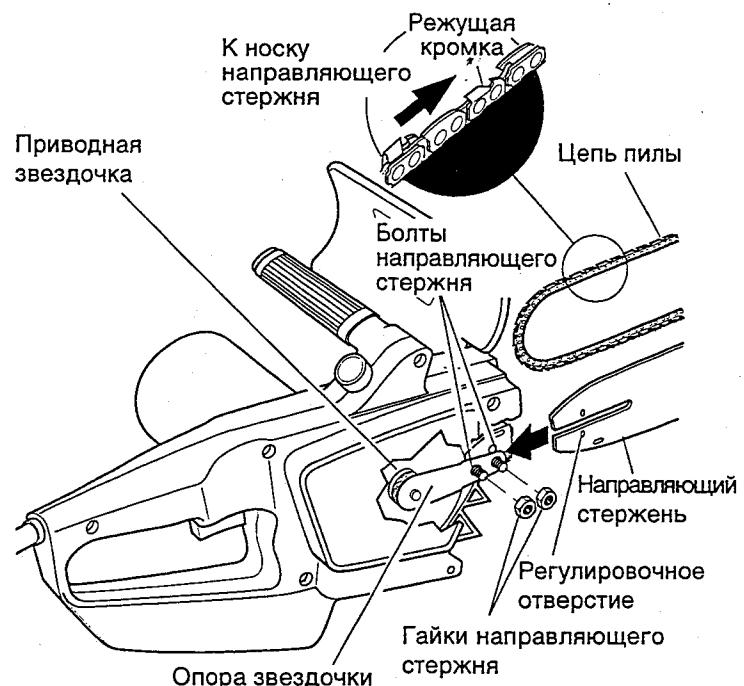

Рис. 3. Сборка направляющего стержня, цепи и ограждения для руки
- Снимите гайки направляющего стержня с болтов направляющего стержня (см. рис. 3).
- Наденьте цепь на приводную звездочку, протяните ее вдоль верхней канавки направляющего стержня и наденьте на носок направляющего стержня. *Примечание.* Убедитесь в правильном положении режущих кромок цепи. Установите цепь таким образом, чтобы ее режущие кромки над направляющим стержнем были обращены к носку направляющего стержня (см. рис. 3).
1. Прежде чем приступить к регулировке натяжения цепи, убедитесь в том, что гайки направляющего стержня затянуты вручную (см. рис. 3, стр. 7). Кроме того, убедитесь в том, что регулировочный блок находится в овальном регулировочном отверстии, предусмотренном в направляющем стержне (см. рис. 3 и 4, стр. 7).